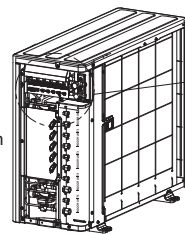

Abb. 1-3-1
- Um falsche Anschlüsse zu vermeiden, sehen Sie sich die Terminalkennzeichnung an, die auch in Abb. 1-3-1 abgebildet ist.